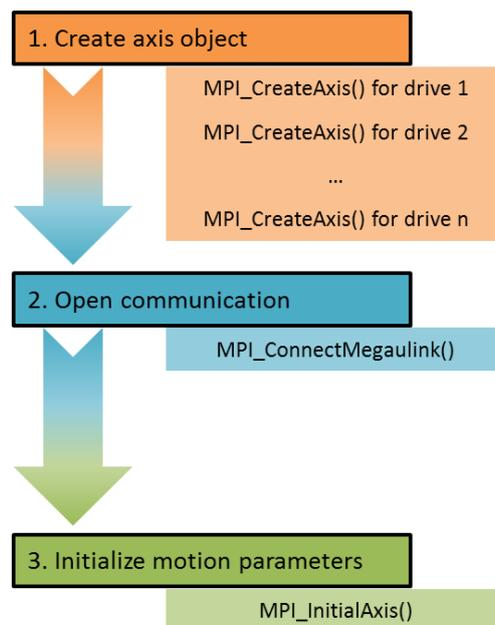

図 3.1.1
- (1) この機能は HIOM でも利用可能ですが、E2 シリーズドライバーはサポートされていません。
- (2) 図 3.1.1 に mega-ulink 通信開始手順を示す。
- (3) デバイスの通信設定の詳細については、セクション 1.4 を参照してください。